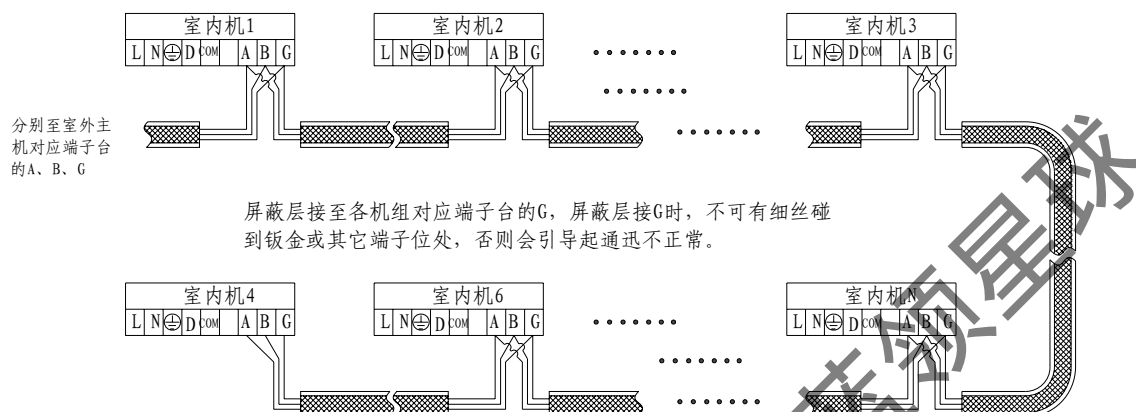

图 75：室内机通讯线接线示意图
- A. 室内外通讯线只能从室外主机上引出连接，室内外机通讯线必须使用 2 芯屏蔽线（屏蔽线为编织式，线径大于或等于 1.0mm），有极性，需正确连接。连接方法见示意图（图 75）：